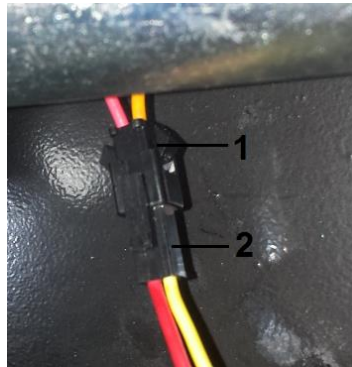

Fig. 2
- Koppel de twee signaaldraden (1+2, fig.2) aan elkaar.